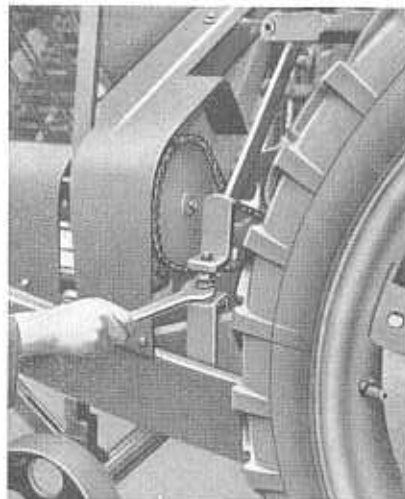

Abb. 7
- c) in Fahrtrichtung gesehen, linke Stellschraube des Konsols gegen den Holm des Gerätes spannen und durch Kontermutter sichern (Abb. 7)